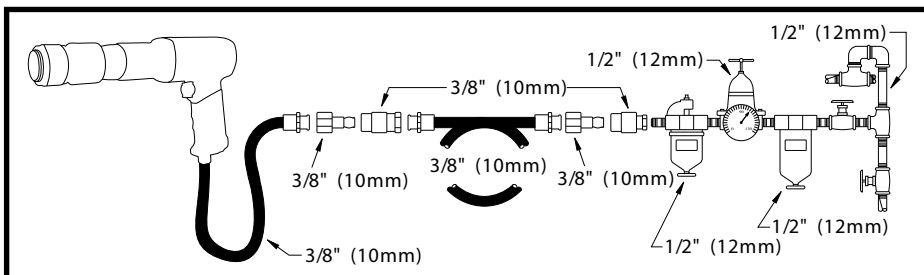

Figura 2 - Preparación de Tubería de Aire Recomendada
3. Suministro de aire limpio y seco de 620 kPa. Una presión superior reduciría muy considerablemente la vida de la herramienta. Conecte la herramienta en la línea de aire usando el tubo y la manguera; encaje las piezas según los tamaños indicados en Figura 2.
El aire bajo presión puede causar lesiones graves. Antes de realizar reparaciones o cambiar accesorios, asegúrese siempre de apagar el suministro de aire, vaciar la manguera de presión de aire y desconectar la herramienta del suministro de aire cuando no esté en uso. Nunca debe dirigir el aire hacia usted o a terceros. Las mangueras de conexión pueden causar lesiones graves. Siempre debe comprobar las mangueras y los ajustes dañados o sueltos. No utilice acoplamientos de desconexión rápida en la herramienta. Consulte Figura 2 para realizar una instalación adecuada. Si utiliza acoplamientos universales para rotar, deberá instalar patillas de seguridad. La presión de aire no puede exceder un máximo de 6,3 kg/cm² (6,2 bares) o según se especifique en la placa de identificación de la herramienta.